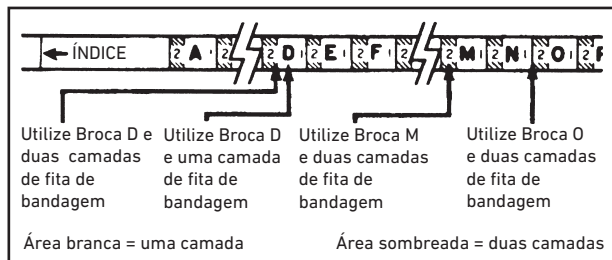

Figura 6
- o índice da fita indica em cima da linha branca uma letra e um número (figura 6);